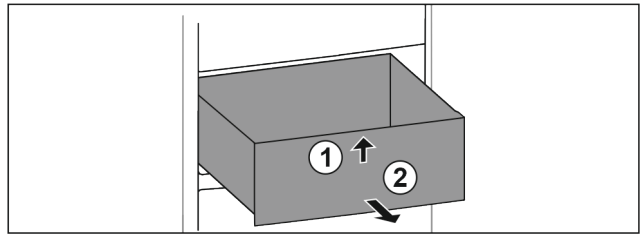

Fig. 118
- ▶ Schubfach vorne anheben. Fig. 118 (1)
- ▶ Schubfach nach vorne entnehmen. Fig. 118 (2)